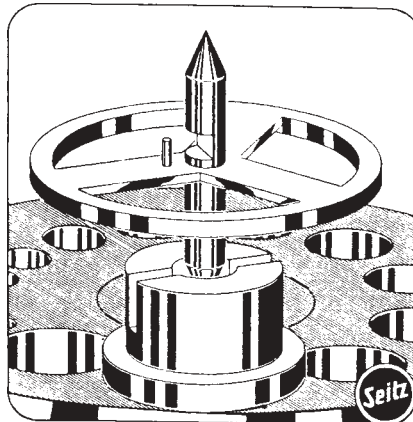

Abb. 108
b) Dient zum Aus- oder Einschlagen von Wecker-Unruhwellen (Abb. 108)